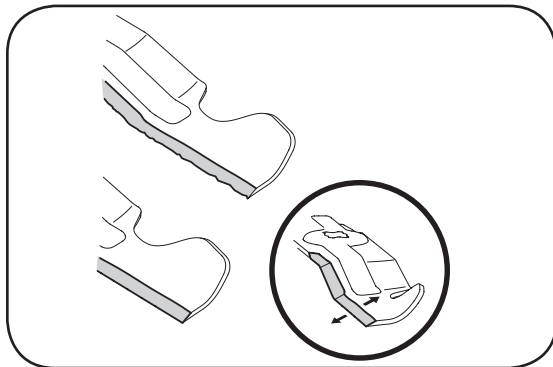

Figura 5-13
1. Para afilar las cuchillas de corte de forma adecuada, extraiga cantidades iguales de metal de ambos extremos de las cuchillas a lo largo de los bordes cortantes, de forma paralela al borde de caída, a un ángulo de 25° a 30°, Figura 5-13.